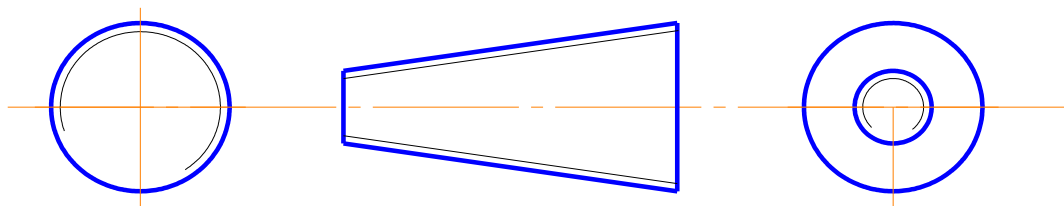

Рис. 58
1. По характеру поверхности на цилиндрические (рис. 59) и конические (рис. 58). Конусность поверхности, на которой нарезают коническую резьбу, обычно равна 1:16.